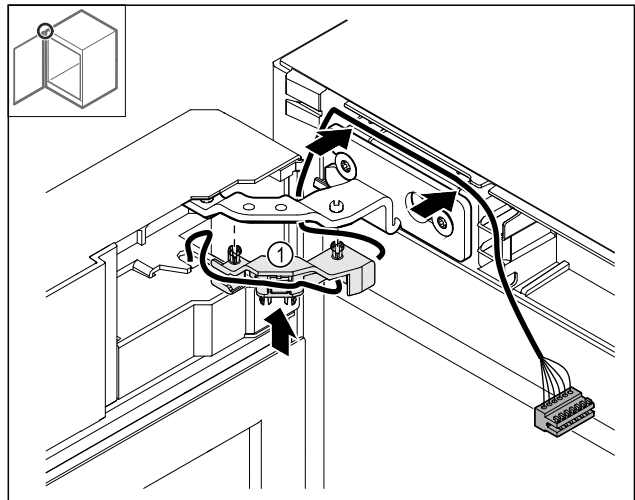

Fig. 48
- ▶ Nyomja be a kábeltartó Fig. 48 (1) a zsanérba.